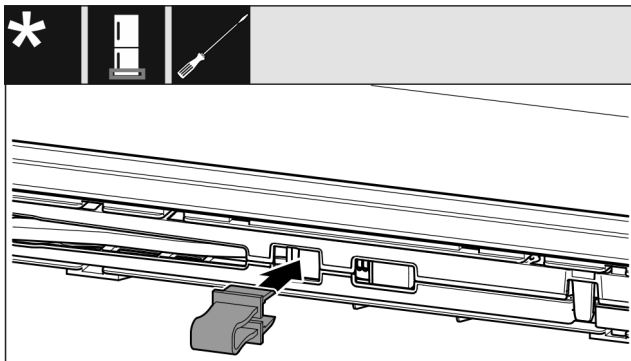

Fig. 14
- ▶ Varovalo zatakните v odprtino Fig. 14 ().